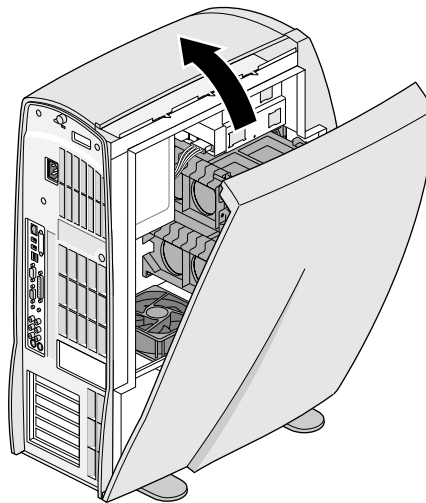

Abbildung 2-8 Einsetzen der Seitenverkleidung
1. Setzen Sie den unteren Teil der Seitenverkleidung in die Rille am Gehäuseboden ein. Siehe Abbildung 2-8.